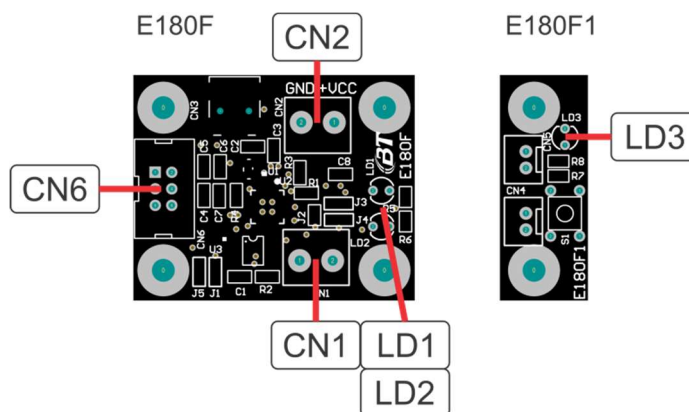

Figura 57: E180F – Conversor RS-485 para USB 2.0
6.4.2 Conversor de interface RS485 para USB2.0; placa E180F, Figura 57.